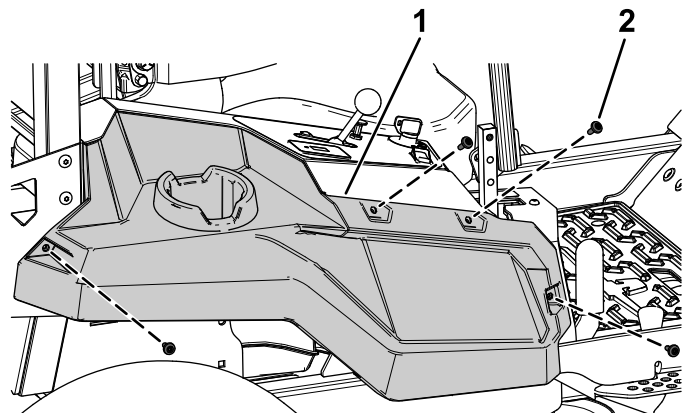

Bild 10
3. Entfernen Sie die vier Ansatzschrauben, mit denen die rechte Seitenverkleidung befestigt ist (Bild 10).
4. Entfernen Sie die rechte Seitenverkleidung (Bild 10).
7. Befestigen Sie die rechte Seitenverkleidung mit den zuvor entfernten vier Ansatzschrauben (Bild 10).